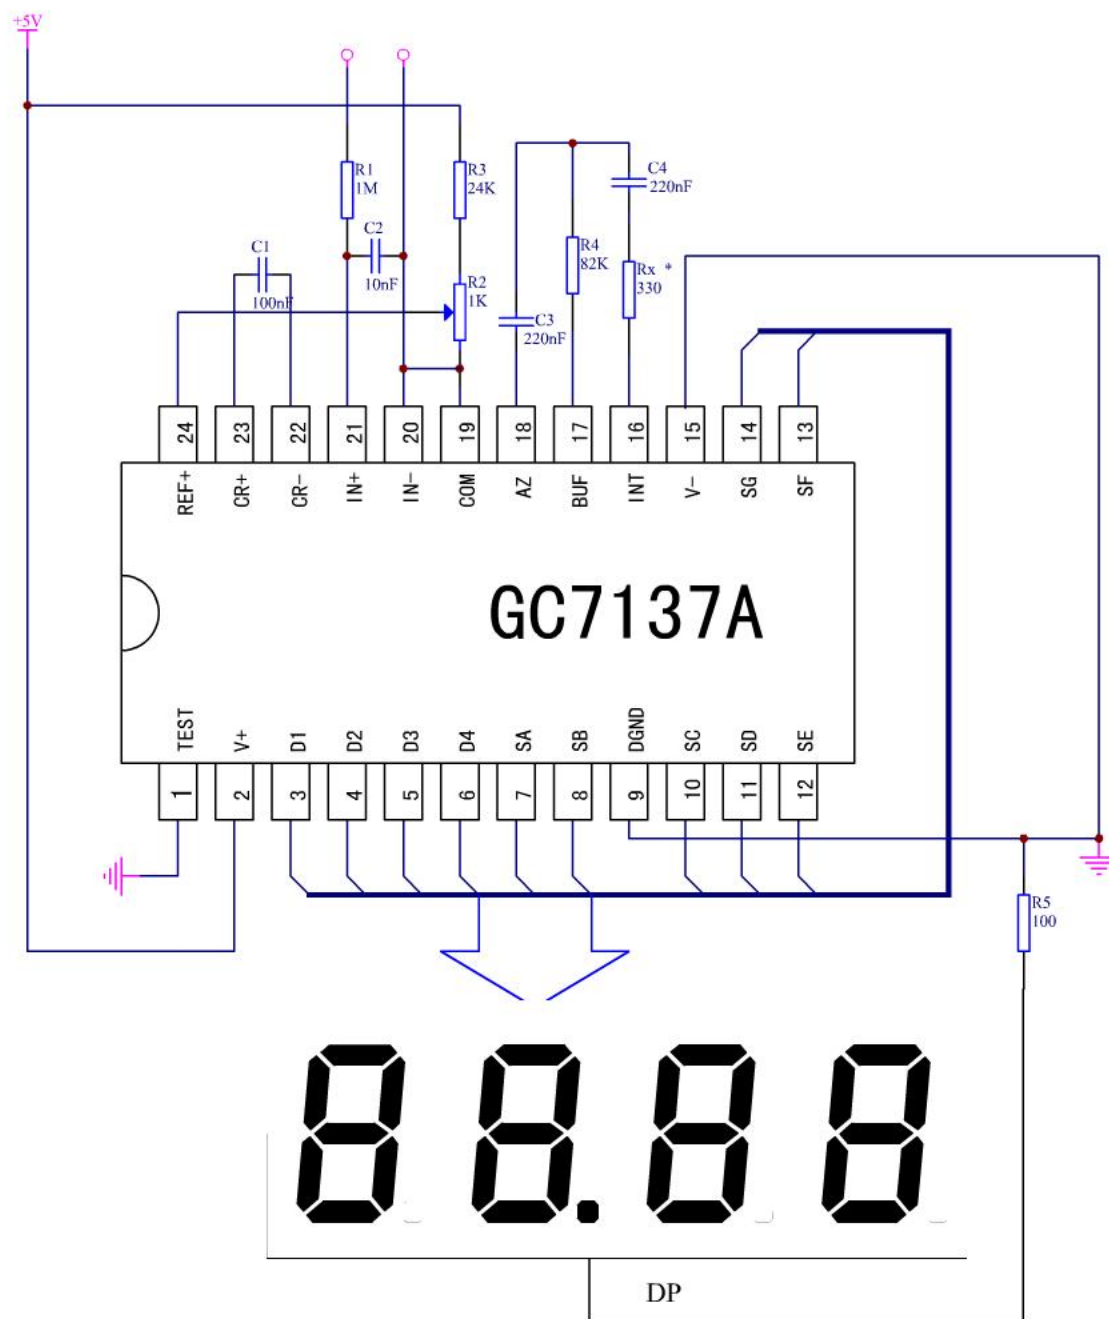

图 4A
GC7137A 可工作于单电源 4.5V-6.0V，双电源 ± 4.5 V 到 ± 6 V。用户可根据测量信号的参考点的位置来选择供电方式。对于必须和信号输入共地的应用，就必须选用双电源供电方式。两种电源的应用原理图参见图 4A 和 4B。
3、图 4A 和 4B 管脚 1 分别都接地。